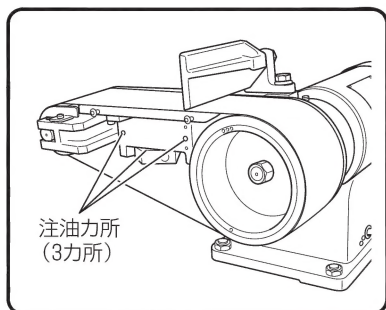

図 21
1 週間に 1 回程度の割合で、14 ページの「研磨ベルトの取付け方」の (1) と同じようにカバーを取りはずし、図 21 の注油カ所 (3 カ所) へ給油してください。